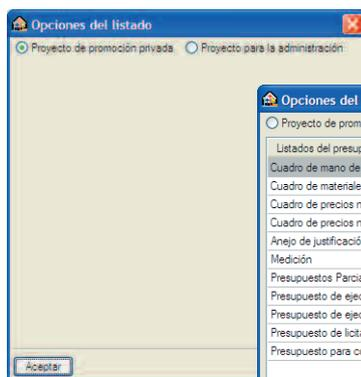
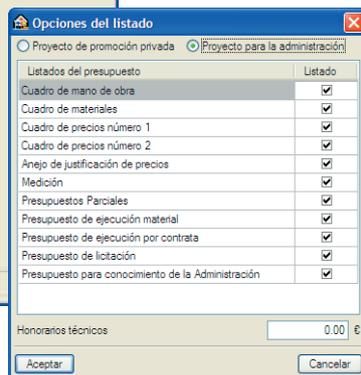

Fig. 1.42
Fig. 1.43
- En la siguiente ventana, **Opciones del listado**, escoja el tipo de listado de medición y presupuesto que desea: proyecto de promoción privada (Fig. 1.42) o proyecto para la administración (Fig. 1.43)